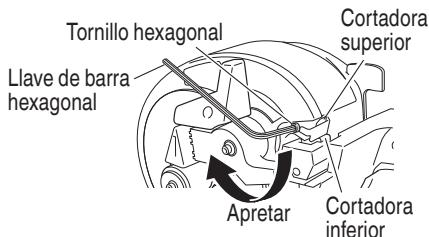

Fig. 29
- (7) Usando la llave de barra hexagonal incluida, asegúrese de que el perno de cabeza hexagonal esté totalmente apretado. (Fig. 29)